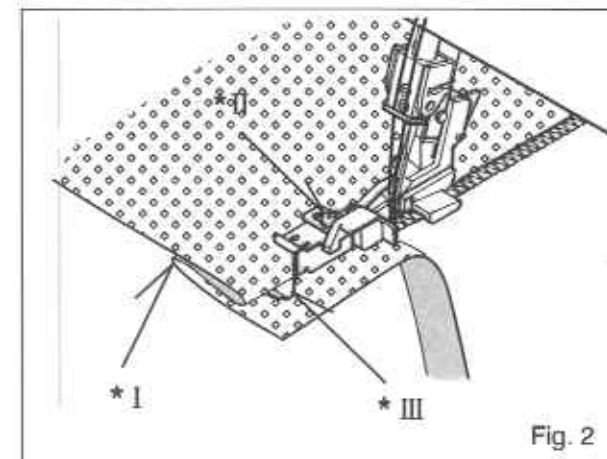
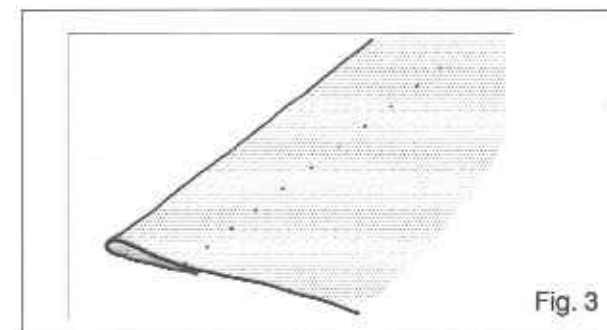

Fig. 2
Fig. 3
2. Place fabric under the presser foot with the *wrong* side up. Feed the folded edge through the guide in the front of the foot and lower the presser foot lever. Try a stitch (or several stitches) on a spare piece of the actual fabric, and adjust the guide so that the needle just catches the fold. Adjust the guide by means of the small screw on the top of the foot – see Fig. 2.
3. When correctly set, sew the hem. The outside edge will be cut away by the machine – see also Fig. 2. After completion, open out and press again. The stitches should be almost invisible on the *right* side of the fabric – see Fig. 3.
2. Placer le tissu sous le pied presseur avec la partie envers en haut. Glisser le bord replié sous le guide à l'avant du pied et abaisser le pied presseur. Exécuter un seul point d'essai (plusieurs piqûres) sur un échantillon du tissu à coudre, puis régler le guide de façon à ce que l'aiguille entre juste dans le pli de l'ourlet. Le guide se règle par une petite vis placée sur le dessus du pied presseur (voir Fig. 2).
3. Quand tout est bien réglé, coudre l'ourlet à vitesse stable et modérée. La partie extérieure sera coupée par la machine – voir aussi Fig. 2. L'ourlet terminé, ouvrir le tissu et le repasser encore. Les points doivent être pratiquement invisibles du côté endroit du tissu (voir Fig. 3).
Si es necesario ajustar la guía mediante el tornillo mostrado en la Fig. 2.
Cuando esté correctamente fijado, coser el pliegue, el borde exterior será cortado por la máquina (ver también la Fig. B). Después de coserlo, abrirlo, las puntadas serán prácticamente invisibles en el lado derecho o anverso del material (Fig. 3).
3. Als u tevreden bent over het naalmonster, start u met naaien. De buitenzijde van de naad wordt afgesneden Zie Fig. 2. Pers, na het naaien, de zoom plat. De steken moeten bijna onzichtbaar zijn op de goede kant van de stof. Zie Fig. 3.